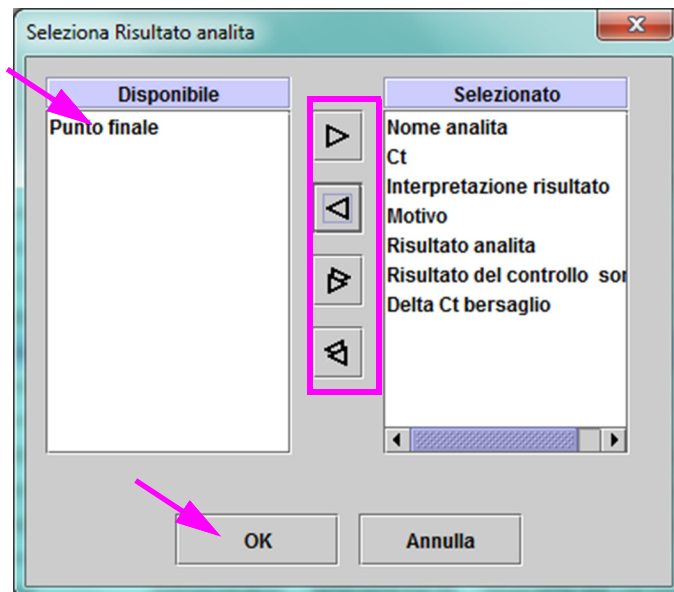

Figura 5-58. Finestra di dialogo Seleziona risultato analita
- Opzionalmente, per stampare il rapporto, andare al percorso salvato, aprire il rapporto di analisi e stamparlo. Verrà stampato un rapporto del test simile a quello presentato nella Figura 5-58 e nella Figura 5-59. L'ultima pagina del rapporto di analisi contiene un blocco di firma per l'approvazione dei rapporti di analisi stampati.